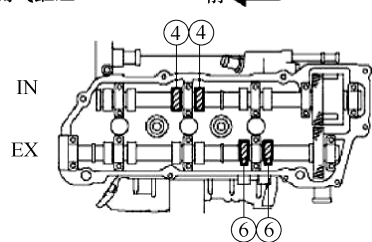

图 1-267 检查气门位置图示
② 记录超出规格的气门间隙测量值。以后将用它们来确定需要更换的调整垫片。
5) 将曲轴转动 2/3 圈 (240°), 并检查图中图 1-267 所示的气门。